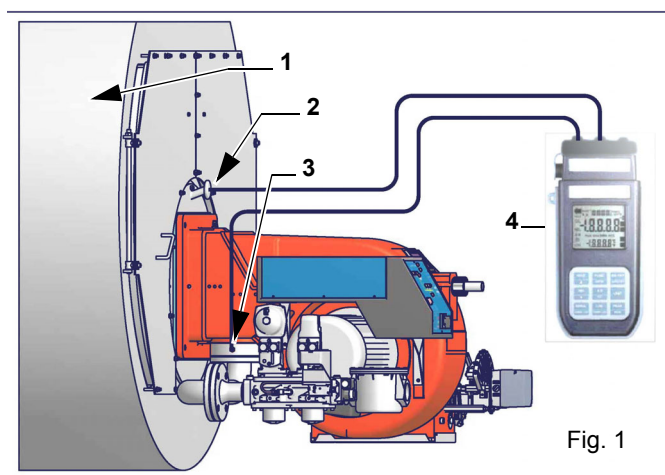

Fig. 1
- 1 Svitare la vite come indicato in Fig. 1